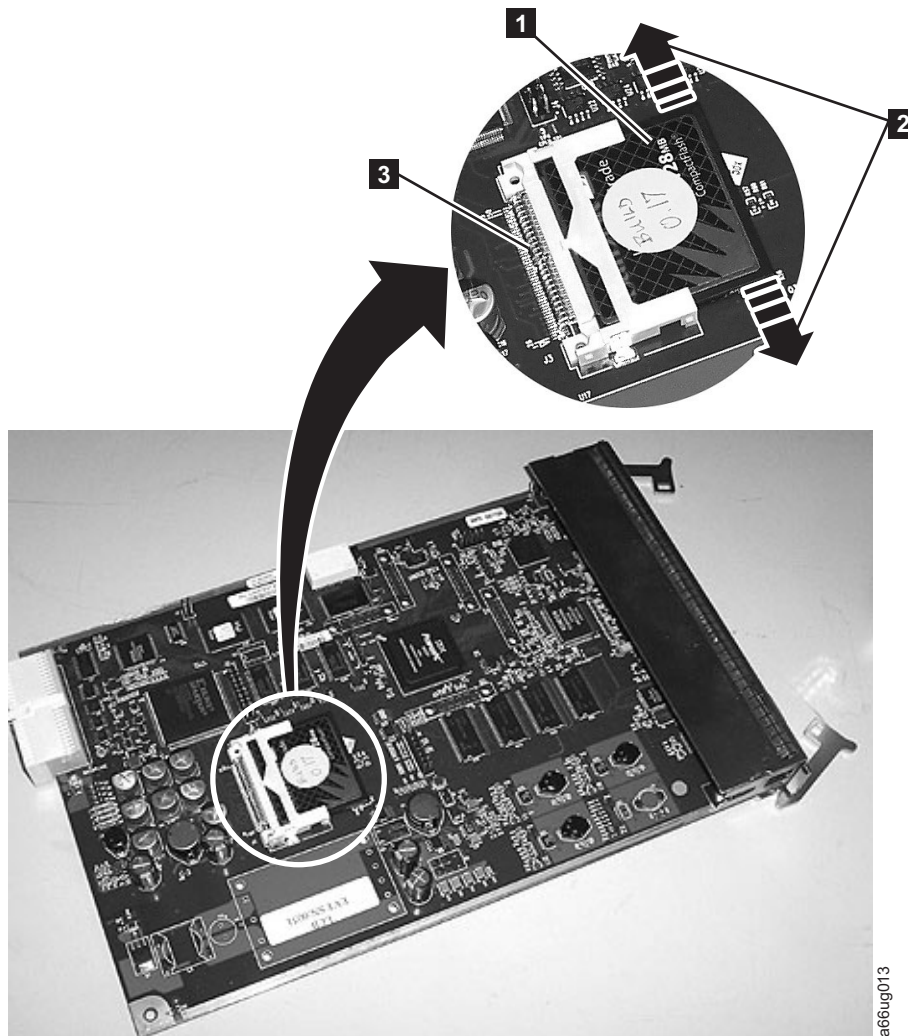

Abbildung 11-9. Kassettenarchiv-Steuer-Blade mit Compact-FLASH-Speicherkarte
In Abb. 11-9 wird die Position der Compact-FLASH-Speicherkarte auf dem Kassettenarchiv-Steuer-Blade im Bereich innerhalb des weißen Kreises gezeigt. In der Detailansicht dieser Abbildung ist die Compact-FLASH-Speicherkarte (siehe **1** in Abb. 11-9) vergrößert dargestellt.
Benutzen Sie bei dieser Prozedur Abb. 11-9 auf Seite 11-14.
2. Suchen Sie die Compact-FLASH-Speicherkarte auf der Kassettenarchiv-Steuer-Blade-Platine (siehe **1** in Abb. 11-9 auf Seite 11-14).
3. Fassen Sie die Compact-FLASH-Speicherkarte vorsichtig an, ohne andere Komponenten auf dem Kassettenarchiv-Steuer-Blade zu berühren, und bewegen Sie die Compact-FLASH-Speicherkarte vorsichtig hin und her (**2** in Abb. 11-9 auf Seite 11-14), bis sich die Kontaktstifte auf der Compact-FLASH-Speicherkarte von den Kontaktstiften auf dem Kassettenarchiv-Steuer-Blade lösen (**3** in Abb. 11-9 auf Seite 11-14). Ziehen Sie die Compact-FLASH-Speicherkarte dann langsam aus den Führungskerben.
In Abb. 11-9 auf Seite 11-14 wird die Position der Compact-FLASH-Speicherkarte auf dem Kassettenarchiv-Steuer-Blade im Bereich innerhalb des weißen Kreises gezeigt.
2. Bauen Sie die Compact-FLASH-Speicherkarte mit dem Etikett nach oben, dem Barcode nach unten und ausgerichteten Kontaktstiften auf dem neuen Kassettenarchiv-Steuer-Blade ein. Fassen Sie die Compact-FLASH-Speicherkarte vorsichtig an, und schieben Sie sie langsam in die Führungskerben, ohne andere Komponenten auf dem Kassettenarchiv-Steuer-Blade zu berühren. Drücken Sie die Compact-FLASH-Speicherkarte in die Führungskerben, bis sich die Kontaktstifte zu verbinden beginnen. Halten Sie dann den Daumen gegen den Rand des Anschlusses (**3** in Abb. 11-9 auf Seite 11-14) und den Zeigefinger gegen den gegenüberliegenden Rand der Compact-FLASH-Speicherkarte, und drücken Sie die Compact-FLASH-Speicherkarte zusammen, bis die Kontaktstifte fest im Anschluss sitzen (**1** in Abb. 11-9 auf Seite 11-14).